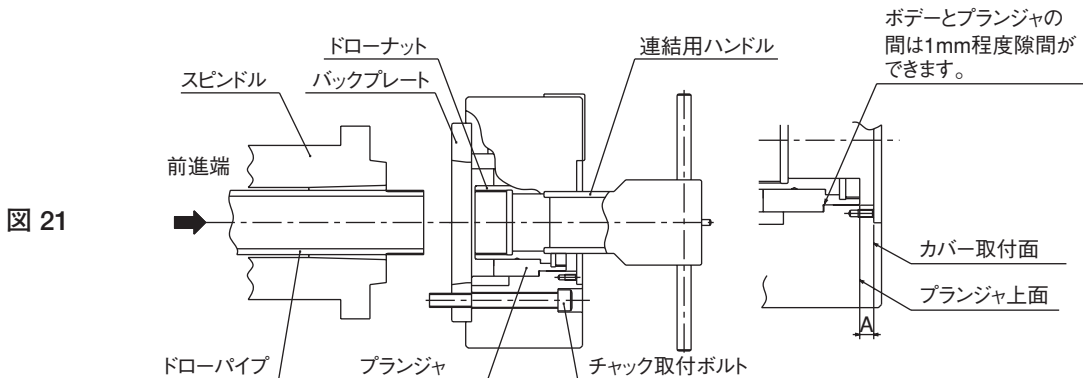

図 21
- ・ シリンダ前進端でのプランジャの適正位置は、図 21 の寸法 A が下表となる位置です。